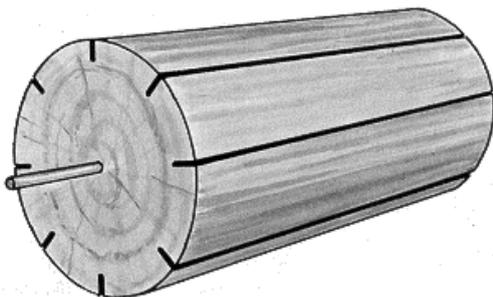
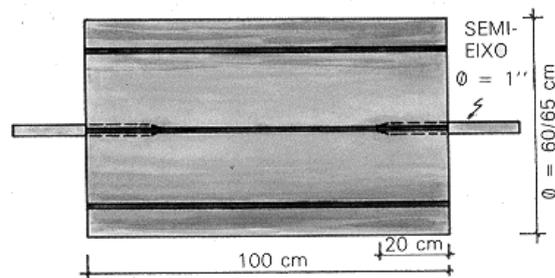

FIG. 3. Preparando o rolo: com uma serra, os sulcos são feitos de ponta a ponta, com 7 cm de profundidade.
FIG. 4. Depois, pregam-se os pinos de ferro, enfiando-os 20 cm no centro da circunferência.
1. Fixe os pinos de ferro (já soldados nas lâminas de fixação) no centro do tronco (Fig. 3), batendo com marreta, até enterrá-los 20 cm (Fig. 4) e fixe as chapas de ferro do eixo com os parafusos de 10 cm. Para evitar rachaduras na madeira, coloque as cintas de chapa na hora de bater os eixos e retire-as em seguida;
2. Com uma serra, faça cortes de ponta a ponta no tronco (Fig. 3), 7 cm de profundidade. A distância entre um corte e outro é de 25 cm. Um tronco de 65 cm de diâmetro exigirá oito cortes;